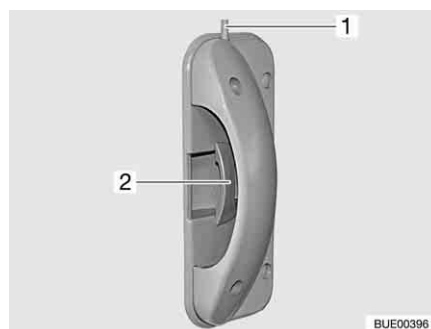

Bild 28 Türschloss Eingangstür, innen
- Griff (Bild 28,2) drücken.
- Knopf (Bild 28,1) nach unten drücken.